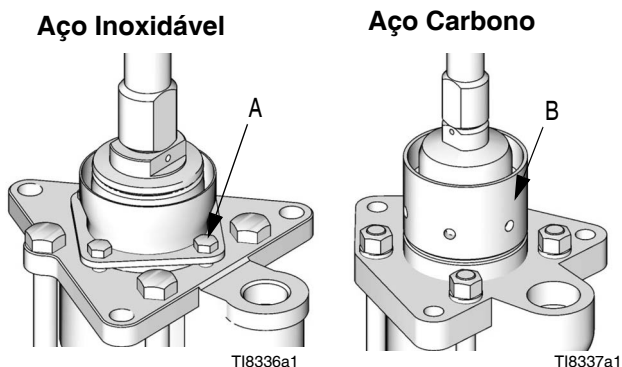

FIG. 2
Em modelos de aço inoxidável, verifique semanalmente o estancamento dos parafusos de retenção do vedante (A). Os parafusos devem estar apertados o suficiente para parar a drenagem, mas não mais apertados. Alivie sempre a pressão antes de ajustar os parafusos de retenção do vedante. Consulte FIG. 2. Em modelos de aço carbono, aperte a coroa de lubrificação com a chave de lubrificação.